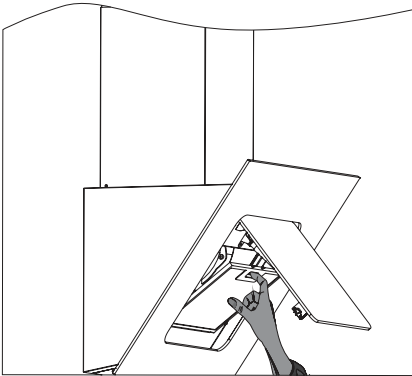

Abb.9: Metallfettfilter entnehmen, bzw. einsetzen
- Griffleiste des Metallfettfilters nach unten drücken (⇒ Abb. 9).
- Zum Wiedereinsetzen den trockenen Metallfettfilter unten mit den Laschen einsetzen, Griffleiste drücken, Filter nach hinten in den Rahmen einsetzen und Griffleiste loslassen, damit der Filter in den Rahmen einrastet (⇒ Abb. 9).
Um die Aktivkohlefilter einzusetzen, muss zuerst der Metallfettfilter entfernt werden ( $\Rightarrow$  Abb.9 + 10).